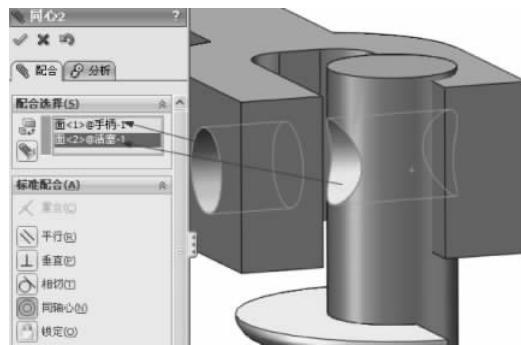

图 3-14 同轴心配合
(2) 单击【装配体】工具栏中的【配合】按钮 ,弹出【配合】的属性设置。在【标准配合】选项组下选择【同轴心】配合类型 ,单击【配合选择】选项组下的选择框,然后在图形区域中选择手柄端部的通孔和活塞上端的通孔,如图 3-14 所示,单击【确定】按钮 。